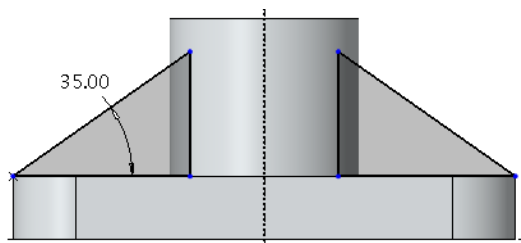

图 3-22 绘制草图截面
- 进入草绘环境中，单击按钮，绘制如图 3-22 所示的草图截面。